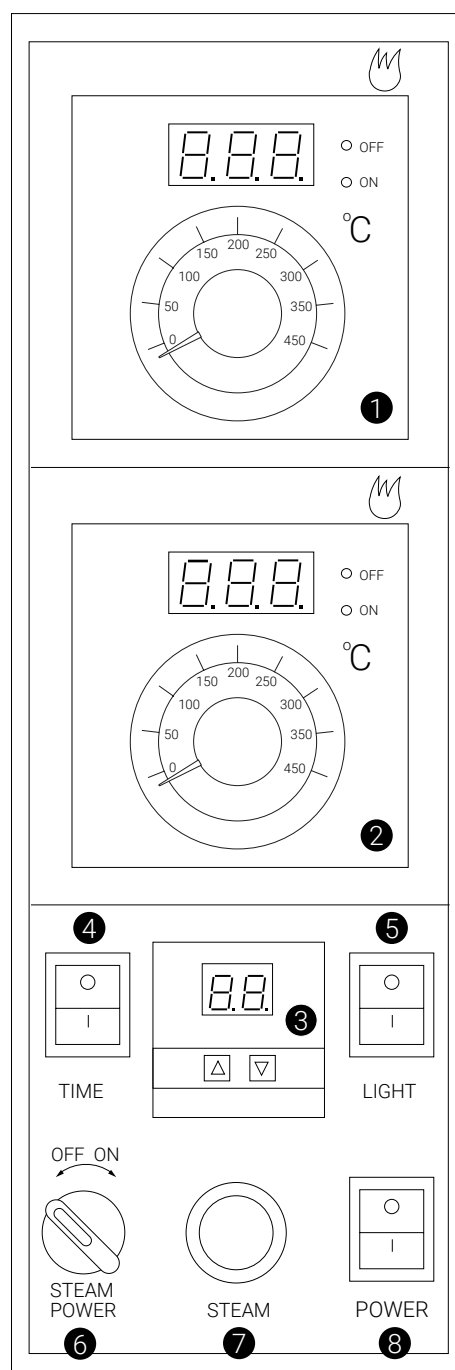

Рис. 9
9.5.19. Подключить печь к магистральной сети природного газа, для этого необходимо изучить п. 9.3 и рис. 3, демонтировать правую панель печи (рис. 3, поз. 8) и подсоединить газовый шланг к штуцеру 1 (рис 9), пропустив его через отверстие 2 (рис. 9).
Панель управления с опцией пароувлажнения (рис. 9).